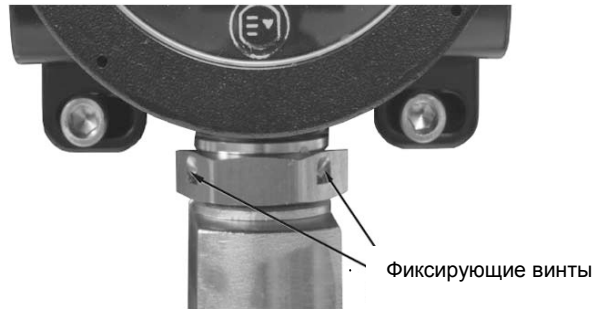

Рис. 6. Месторасположение элементов фиксации (только для моделей с метрической резьбой).
2. Когда положение газоанализатора отрегулировано как показано на рис. 6, затянуть крепёжную гайку по отношению к корпусу контроллера, чтобы обеспечить надёжное крепление газоанализатора.
3. Затянуть фиксирующие винты (не менее двух) для предотвращения ослабления крепёжной гайки, см. рис. 6.